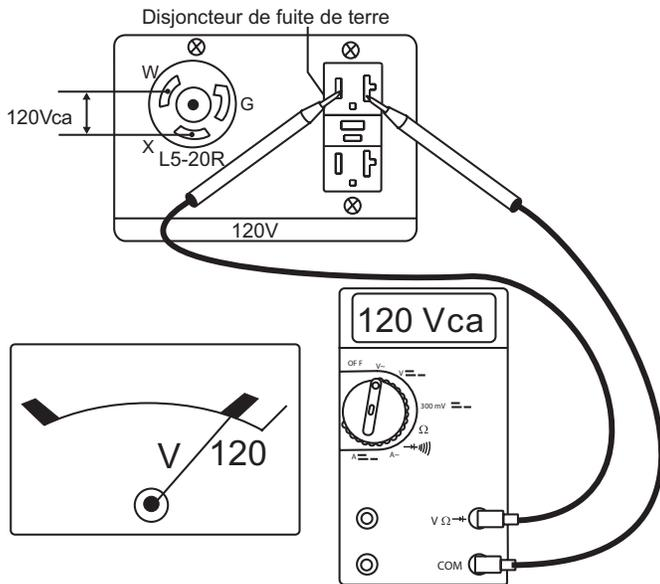

Figure 16. Prises/à verrouillage par rotation 120 V
- Lire le voltmètre sur le panneau avant de la génératrice (Figure 16) et vérifier que 120 Vca s'affiche. Avec un voltmètre externe, comme cela est illustré à la Figure 16, vérifier qu'il y a du 120 Vca au niveau des prises à verrouillage par rotation 120 V et aux prises doubles.